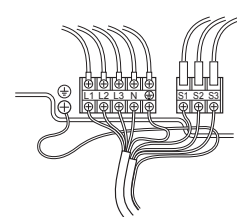

Fig. 6-2
### 6.1. Наружный прибор (Fig. 6-1, Fig. 6-2)
- 2 Подсоедините кабели, как указано на рис. 6-1 и рис. 6-2.